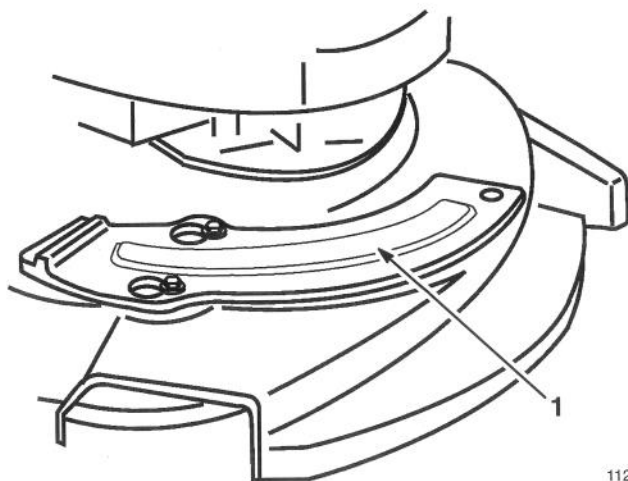

Figure 49
2. Insérer la plaque de paillage dans l'ouverture du carter (Fig. 49).